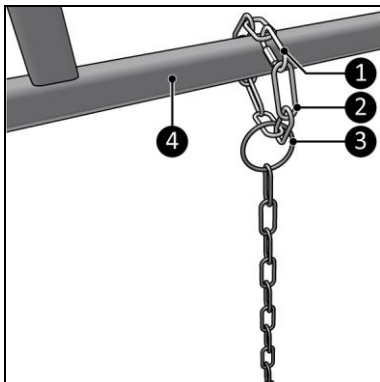

Abbildung 8
1. Stecken Sie die zusätzliche Aufhängekette (30 cm) (Abbildung 8, Pos. 2) durch den Ring der Aufhängekette (50 cm) (Abbildung 8, Pos. 3) und über den Rahmen (Abbildung 8, Pos. 4).
2. Befestigen Sie einen Karabinerhaken (Abbildung 8, Pos. 1) an beiden Enden der zusätzlichen Aufhängekette (30 cm), um die Schlaufe zu schließen.